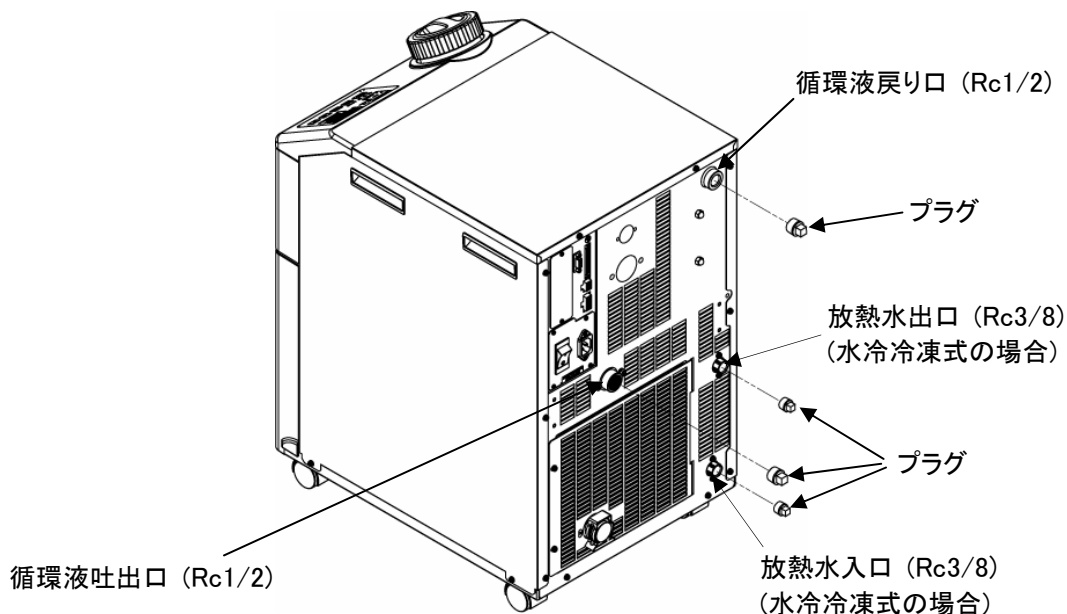

図 7-5 プラグの取付け
9. 図 7-5 プラグの取付けを参照し、本製品の循環液吐出口・戻り口にプラグ(Rc1/2)、放熱水出入口(水冷冷凍式の場合)にプラグ(Rc3/8)を取付けます。